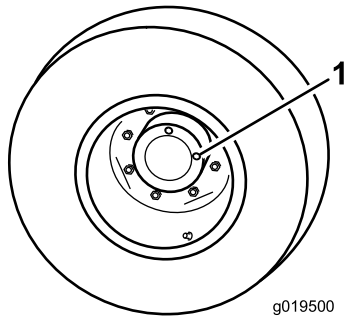

Figure 104
1. Amenez la machine sur une surface plane et horizontale, tournez la roue de sorte à placer un bouchon de contrôle à la position 12 heures et l'autre à la position 3 heures (**Figure 104**).
1. Bouchon de contrôle/vidange (2)
2. Retirez le bouchon qui est à la position 3 heures (**Figure 104**).